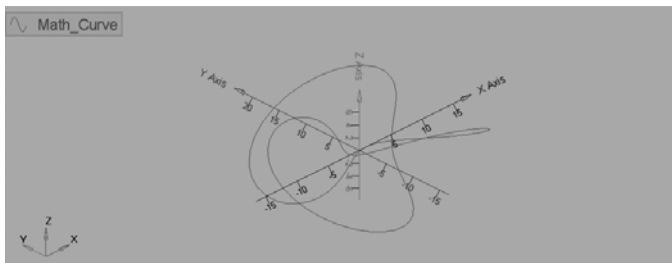

图 13-139 改变坐标轴和背景色
- (2) 从调色板中为 X 坐标轴选择一种颜色。
- (3) 分别单击 Y 和 Z 坐标轴的标签并为每个坐标轴选择一种颜色。
- (4) 单击激活 Shading 标签。
- (5) 将 Grid style 设置为 Box，改变 Grid line 颜色。
- (6) 将 Axes lengths 设置为 Automatic。
- (7) 勾选 Grid style 下的 Lines。
- (8) 从调色板选择一种颜色改变背景色，如图 13-139 所示。